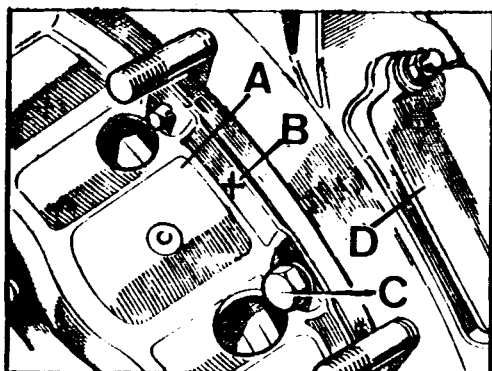

Fig. A1-97 Montaje del plato de presión
- 2.6. Montar el plato de presión, A (Fig. A1-97) sobre el volante, alineando - la marca de apareamiento, B, existente en dicho plato, con la misma existente en el volante.
- 2.7. Montar los tornillos, C (Fig. A1-97), dándole un apriete de 3 á 3,5 mkg.
- 2.8. Montar la tapa de registro, D (Fig. A1-97).